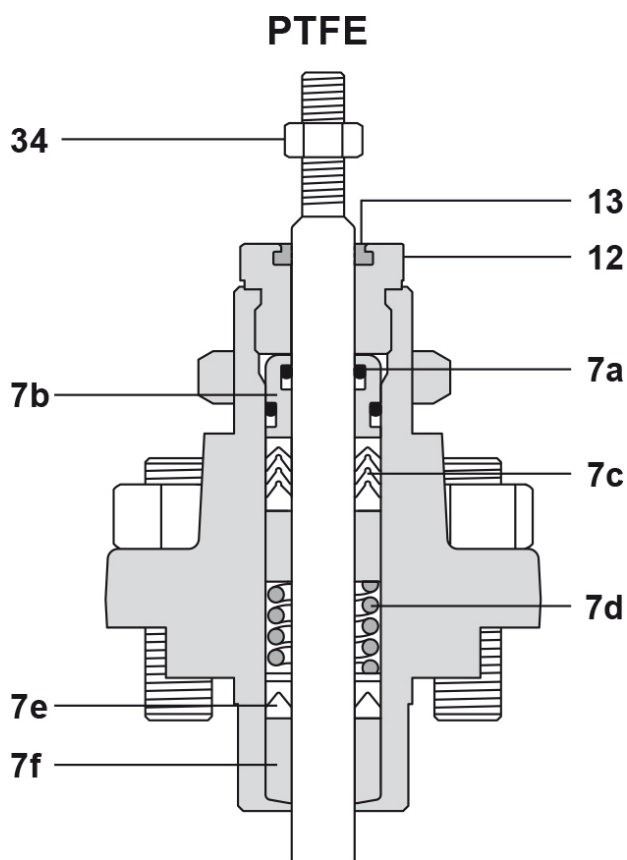

Fig. 19
5.4 Remplacement des garnitures d'étanchéité en graphite (voir Fig. 19)
- Enlever l'écrou de blocage (34), l'écrou de presse-étoupe (12) de l'écrou de presse-étoupe, en s'assurant que la rainure est propre et non endommagée. Remplacer toutes ces pièces par des neuves.
- Nettoyer la cavité et réassembler les composants dans l'ordre indiqué sur la Fig. 19. **Nota** : Le maintien inférieur de tige doit être monté avec l'arête arrondie vers le bas. Lors du montage des garnitures en graphite, les coupures en biseau de chaque garniture doivent être décalées de 90° à chaque étage comme indiqué Fig. 21..